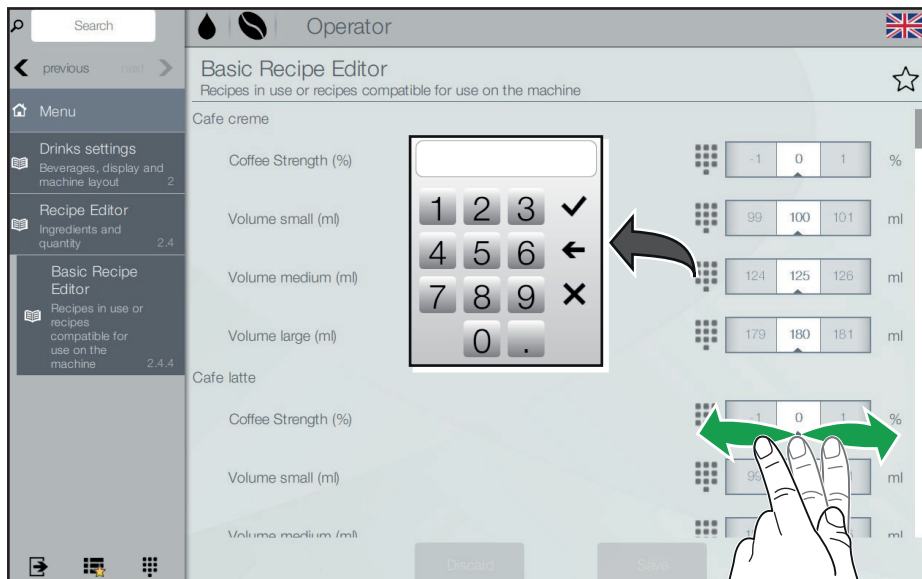

図6.9 - レシピを修正する(量 / 濃度)
- テンキーと数値選択を使って、希望する数値を設定します (図 6.9)。